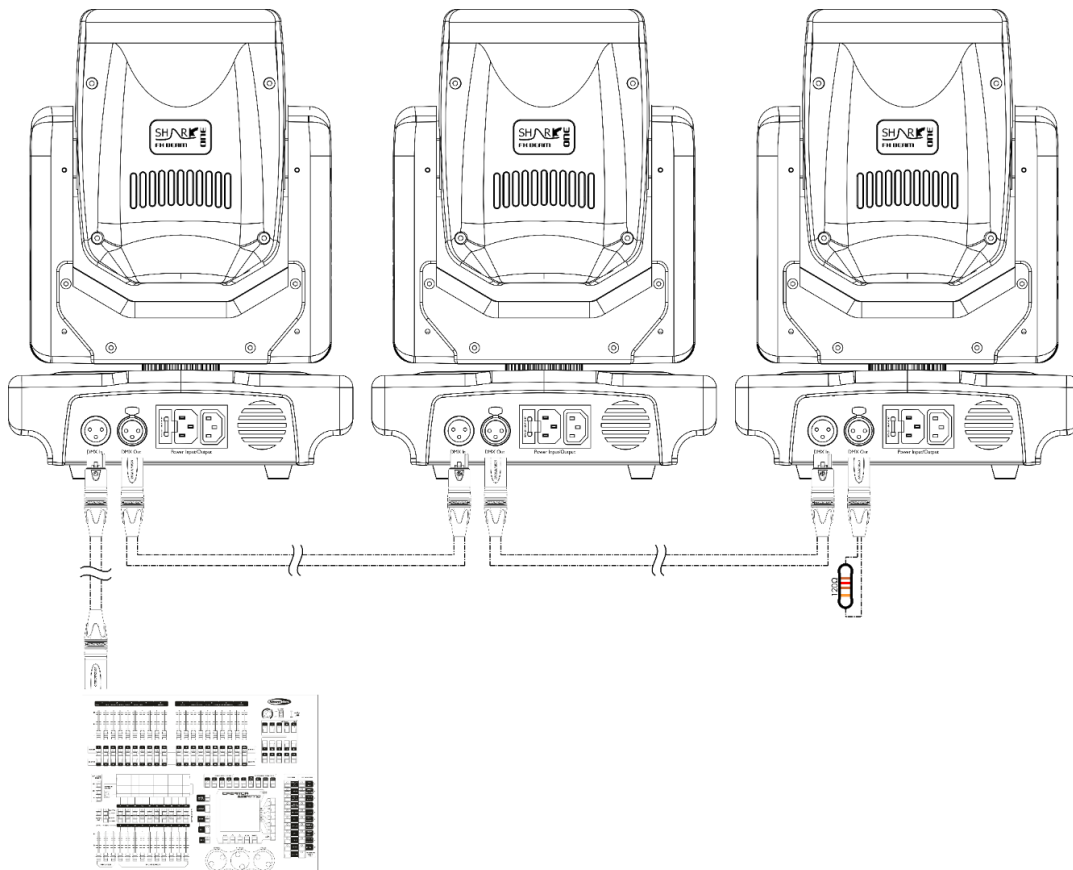

Abb. 04
- 04) Verbinden Sie die Geräte wie in Abb. 04 abgebildet. Schließen Sie den DMX-Ausgang des ersten Geräts mit einem DMX-Kabel an den Eingang des zweiten Geräts an. Wiederholen Sie diesen Vorgang, um das zweite, dritte und vierte Gerät ebenfalls zu verbinden.